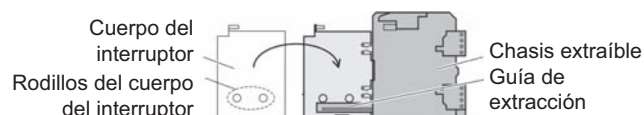

Fig. 30 Colocación del cuerpo del interruptor en la guía de extracción
3. Utilice un elevador o una carretilla opcional para ubicar los rodillos del cuerpo del interruptor (Fig. 30 (30)) en la guía.